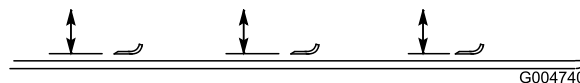

Рисунок 82
2. Поверните нож так, чтобы его концы были направлены вперед и назад, и измерьте расстояние между внутренней частью деки газонокосилки и режущей кромкой в передней части ножа (Рисунок 82).